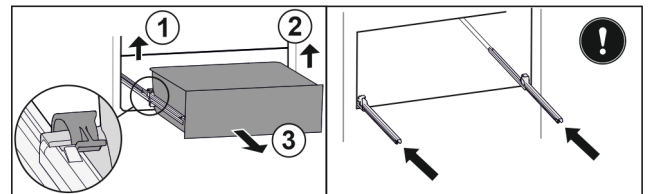

Fig. 144
- ▶ Linker klem optillen en gelijktijdig lade links naar voren trekken. *Fig. 144 (1)*
- ▶ Rechter klem optillen en gelijktijdig lade rechts naar voren trekken. *Fig. 144 (2)*
- ▶ Lade naar voren toe verwijderen. *Fig. 144 (3)*